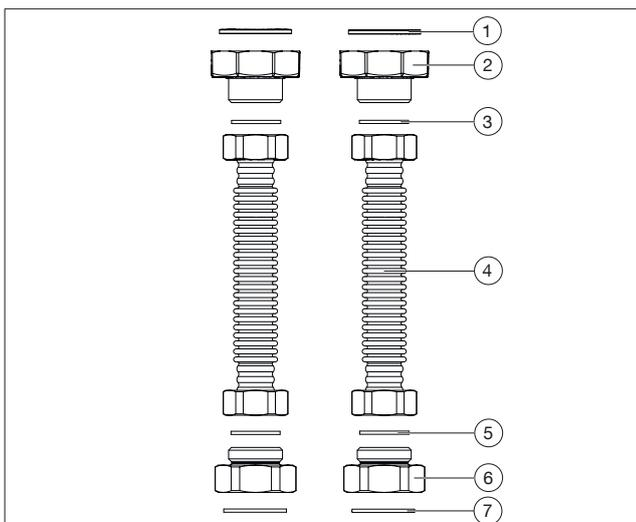
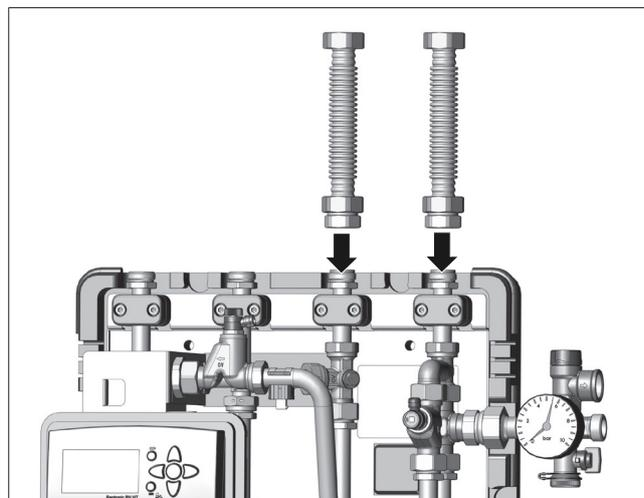

Fig. 36: Configuration du jeu de raccordement
Fig. 37: Vissage du tube de raccordement (raccordement par le haut)
(1)	Joint (Ø 44,5 mm)
(2)	Raccord de liaison G1 x G 1½ ; Raccordement au groupe de robinetterie (couple de 25 Nm; dimension de la clé 54;)
(3)	Joint (Ø 30,3 mm)
(4)	Tube annelé en acier inoxydable; 150 mm (couple de 45 Nm; dimension de la clé 37)
(5)	Joint (Ø 30,3 mm)
(6)	Raccord de liaison G¾ x G1; Raccordement à la sous-station (couple de 45 Nm; dimension de la clé 32;)
(7)	Joint (Ø 24 mm)
- Insérer les joints (voir Fig. 36 en page 28 (7)) dans les raccords de liaison (6).
- Visser à la main les raccords de liaison (6) sur la sous-station.
- Insérer les joints (3) entre les raccords de liaison (2) et les tubes annelés en acier inoxydable (4) et serrer les composants à la main.
- Visser à la main les tubes annelés en acier inoxydable (4) sur les raccords de liaison (6). Voir Fig. 37 en page 28.
10. Serrer les raccords (les couples correspondants figurent dans le tableau sous Fig. 36 en page 28).